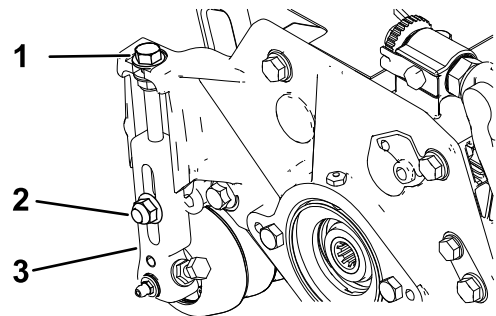

图15
1. 松开将剪草高度臂固定到滚刀组侧板上的锁紧螺母 图15。